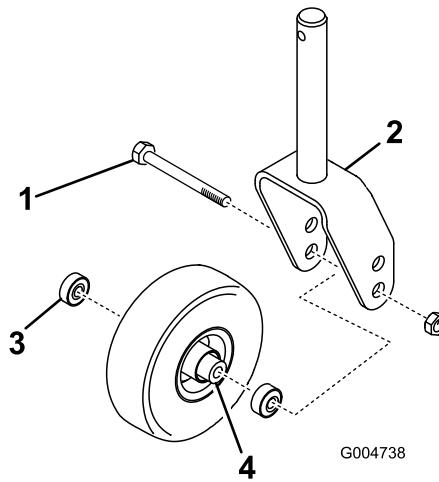

Figura 25
1. Retire la contratuerca del perno que sujetla el conjunto de la rueda giratoria en la horquilla (Figura 25). Sujete la rueda giratoria y retire el perno de la horquilla o del brazo de pivote.
2. Retire el cojinete de la rueda y deje que se caiga el suplemento del cojinete (Figura 25). Retire el cojinete del otro lado de la rueda.